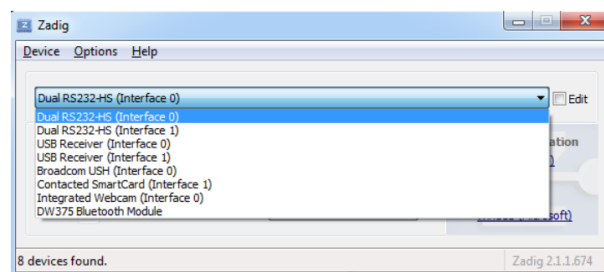

Figura 19: Lista de dispositivos vinculados a USB.
- **Paso 9:** Aparecerá una lista de dispositivos de comunicación relacionados al USB. Se tiene que buscar aquellos cuyos nombres tengan relación con el puerto serie (puede aparecer Dual RS232-HS, USB Serial Converter, o algo similar). Por lo general, aparecerán 2 con el mismo nombre, excepto que uno es Interface 0 y el otro Interface 1, como se muestra en la Figura 19 (la lista de drivers que se muestra puede diferir, dependiendo de la computadora que se utilice).